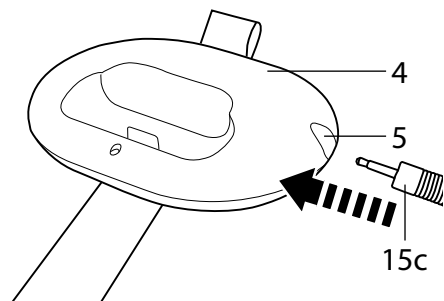

Abb. 2
4. Stecken Sie den Anschlussstecker (15c) des Temperaturfühlers (15) in die Anschlussbuchse (5) an der Basisstation (4) (Abb. 2).